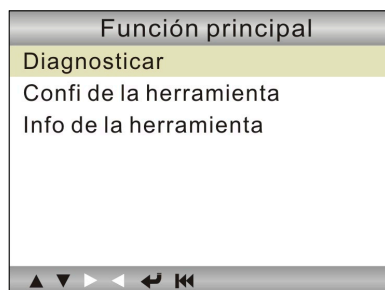
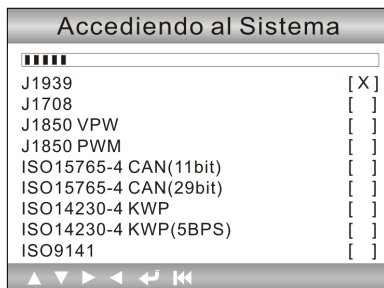

Figura 4-1
Figura 5-1
6. Después de terminar, el sistema entrará en la interfaz del menú principal, como se muestra en la Figura 4-1.
En Figura 4-1, pulse [**↩**] a escanear los protocolos de camiones pesados y OBDII vehículos, una pantalla similar a figura 5-1 aparecerá: